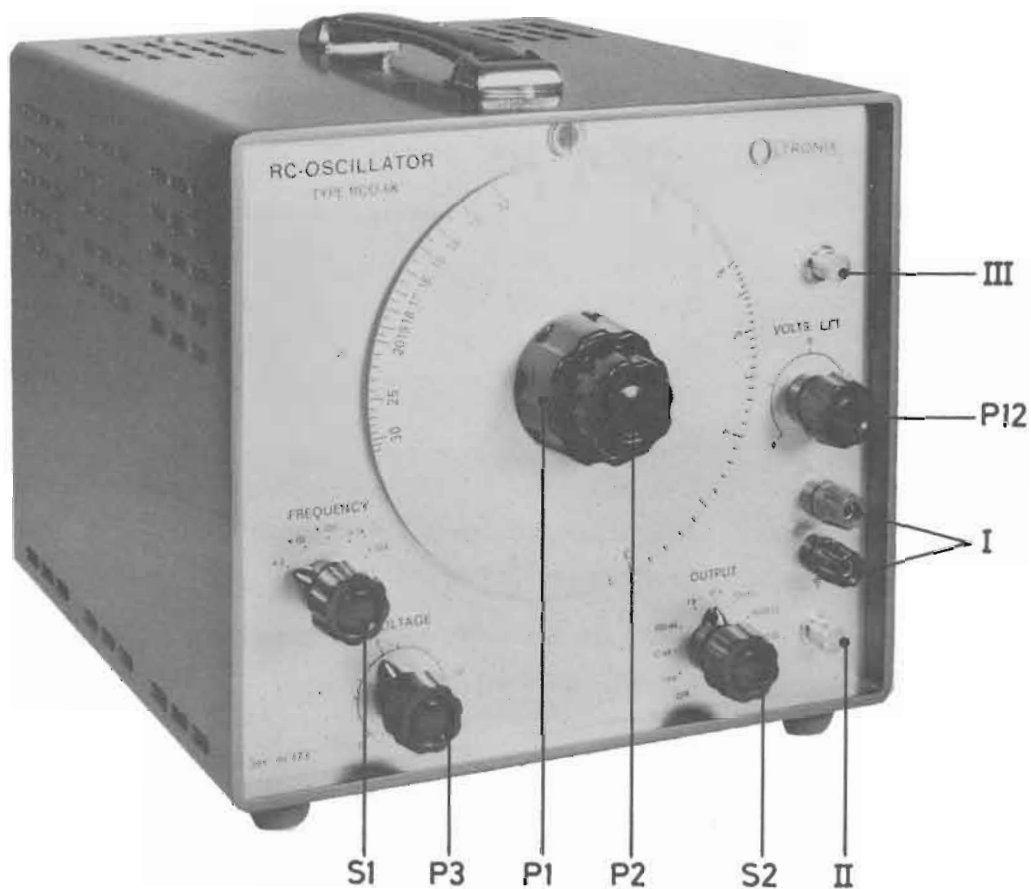

Fig. 1
- Nätströmbrytare: Nätströmbrytaren är hopkopplad med utspänningsomkopplaren (S2 fig. 1). "Från" är i fullt moturs läge.
- Spänning: Följande områden kan väljas med "OUTPUT"-omkopplaren (S2 fig. 1): 5 ohm, 50 ohm, 600 ohm, 8000 ohm, 100 V, 10 V, 1 V, 100 mV, 10 mV, 1 mV och nät "OFF".
Utspänningen kan varieras kontinuerligt från nära noll upp till 1,25 x det värde "OUTPUT"-omkopplaren är inställd för med kontrollen märkt "VOLTAGE" (P3 fig. 1). Uteffekten kan varieras från nära noll till 1 W i en anpassad last med samma kontroll.
- Frekvens: Frekvensområdet inställes med "FREQUENCY"-omkopplaren (S1 fig. 1). Kontinuerlig variation inom området görs med kontrollerna P1 (grov) och P2 (fin). Se fig. 1.
Kantvågstillsetsen består av en Schmitt trigger med rören V5 och V6. Den triggas av sinusvågen via R50 och C51. Symmetrin hos kantvågen justeras med P10. Trimkondensatorn C52 är en "speeding"-kondensator, som minskar kantvågens stig- och falltid. Det gemensamma katodmotståndet P11 är justerbart och utgör finjusteringen för kantvågens amplitud. Grovtrimning utföres genom att byta R59. Potentiometern P12 utgör anodmotstånd för V6 tillsammans med R59. P12 fungerar dessutom som dämpsats för kantvågen. Den är monterad på frontpanelen. (Se fig. 1 P12).